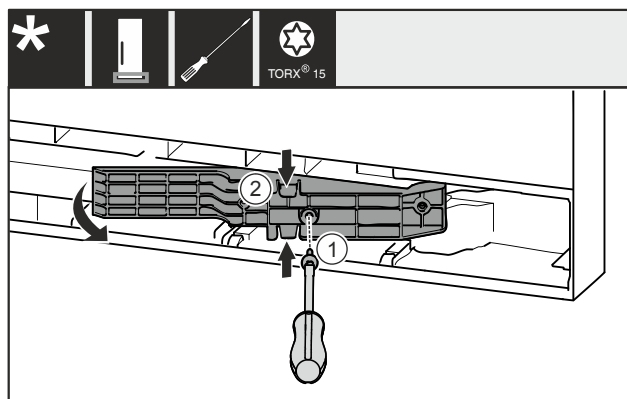

Fig. 12 *
- ▶ Извлеките винт Fig. 12 (1).*
- ▶ Слегка сожмите деталь адаптера Fig. 12 (2) сверху и снизу и извлеките ее.*